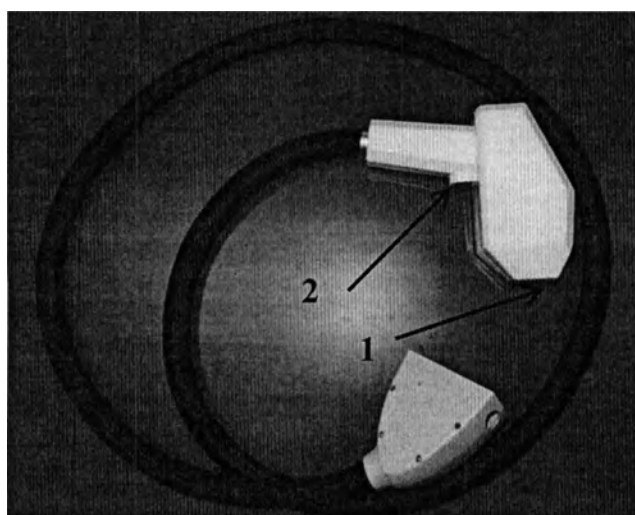

Рис. 12.13 – Внешний вид манипулятора 11 (1-защитное окно манипулятора, 2-кнопка нажатия педали)
12.5.1. Манипулятор 11 4кВт (диодная манипула 10х10мм) представляет собой диодный лазер с оптической системой и системой охлаждения торца непосредственно контактирующего с кожей. Площадь сканирования 10х10 мм. Дезинфекции подлежат части манипулятора непосредственно соприкасающиеся с кожей пациента. Внешний вид Манипулятора 11 4кВт (диодная манипула 10х10мм) представлен на рис.12.13.